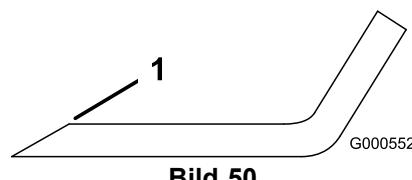

**Bild 49**
Halten Sie das Ende des Messers mit einem stark wattierten Handschuh oder wickeln Sie einen Lappen um es herum. Entfernen Sie die Messerschraube, Wellenscheibe, Messerverstärkung und das Messer von der Spindelwelle (Bild 49).
1. Setzen Sie das Messer auf die Spindelwelle (Bild 49).
2. Montieren Sie die Messerverstärkung, die Wellenscheibe (Schalenseite zum Messer) und die Messerschraube (Bild 49).